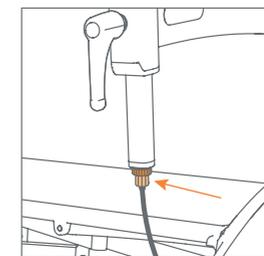

Figura 57: Regolazione del freno tramite la vite di regolazione, appena sotto l'anello di bloccaggio.
- b. Per prima cosa allentare l'anello di bloccaggio (tirare il cavo verso il basso per renderlo più facile). Questo vi dà lo spazio per stringere o allentare la vite di regolazione sotto di essa (**Figura 57**).